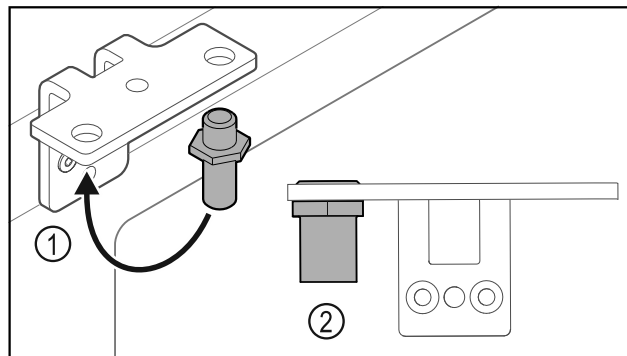

Fig. 24
- Přesaďte čep Fig. 24 (1) v úhelníku závěsu.
- Utáhněte čep Fig. 24 (2) **utahovacím momentem 12 Nm**.